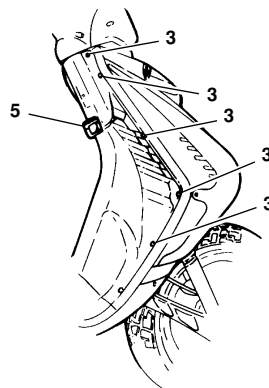

Fig. 17
- Svitare le viti (3 - Fig. 17) sei sul lato destro e sei sul lato sinistro (una è posizionata sotto lo sportellino 1 - Fig. 11).
- Svitare le viti (3 - Fig. 17) sei sul lato destro e sei sul lato sinistro.
- Rimuovere il gancio portaborsa (5 - Fig. 17) svitandone le due viti di fissaggio.
- Remove the six bolts (3 - Fig. 17) in the right side and the six in the left side (one is inside the door 1 - Fig. 11).
- Remove the bolts (3 - Fig. 17), six in the right side and six in the left.
- Remove the bag holder by removing the two screws (5 - Fig. 17).